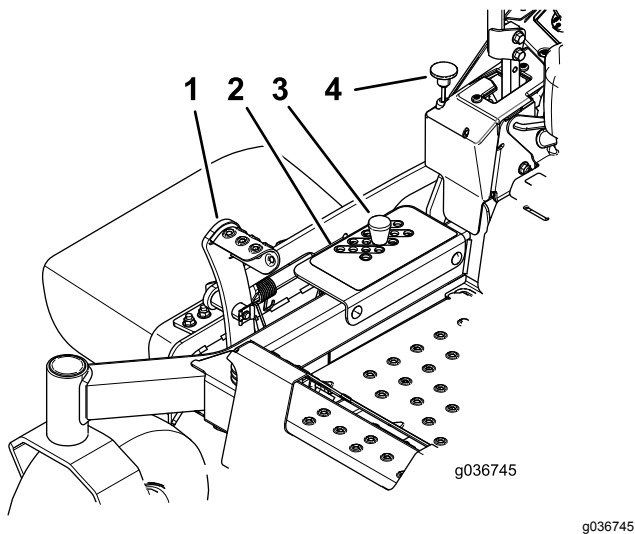

Figure 34
2. Appuyez sur la pédale de levage du tablier avec le pied et élevez le tablier à la position de **TRANSPORT** (qui est aussi la position de hauteur de coupe de 127 mm [5 po]), comme montré à la **Figure 34**.
3. Retirez l'axe du support de hauteur de coupe (**Figure 34**).
4. Placez la goupille dans le trou du support correspondant à la hauteur de coupe voulue (**Figure 34**).